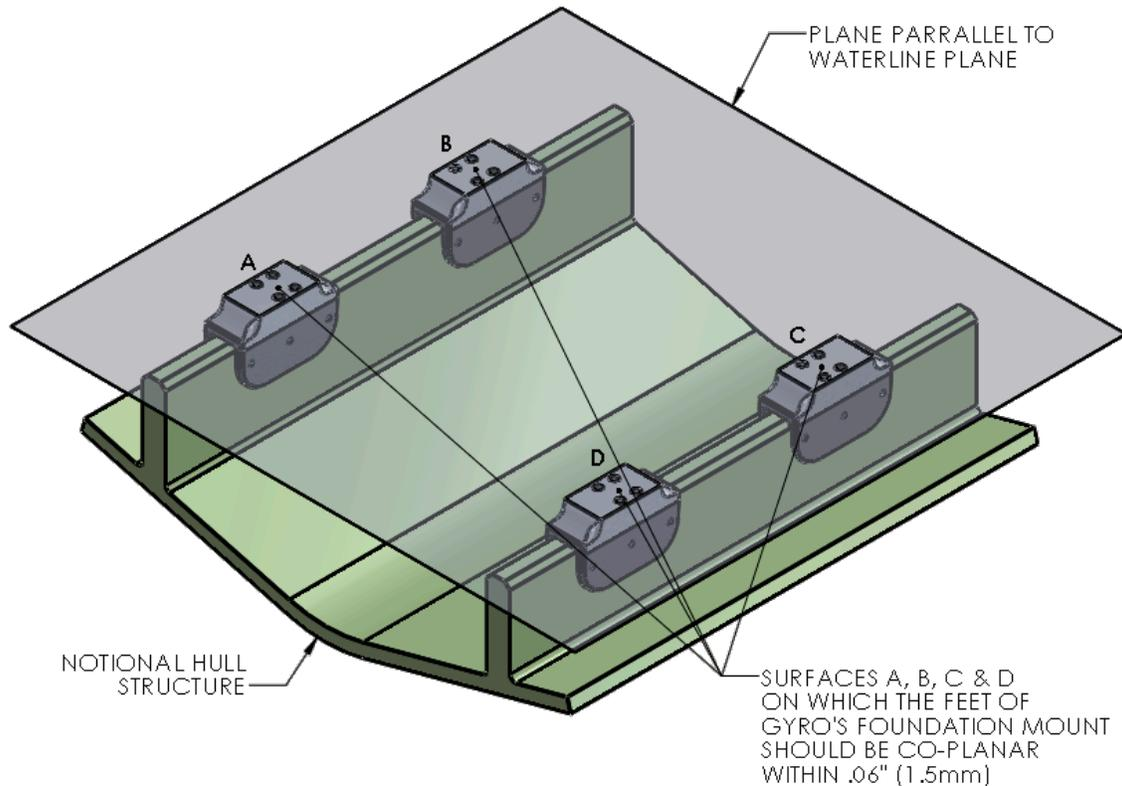

FIGURE 10 – PROPRIÉTÉS COPLANAIRES DE LA FONDATION
- 2) **Les quatre zones sur lesquelles les pieds du gyroscope seront positionnés doivent être coplanaires à moins de 0.06 pouces (1.5mm). Voir figure 10.**
- 3) Relevez le gabarit sans les supports. Vérifiez que les quatre zones de fixation sont coplanaires à moins de 0.13 pouces (3 mm), et parallèles à la ligne de flottaison, comme illustré sur la figure 10.
- 1) **Les quatre zones sur lesquelles les pieds du gyroscope seront positionnés doivent être coplanaires à moins de 0,06 pouces (1,5 mm). Voir Figure 10.**
WITHIN .06" (1.5mm). SEE FIGURE 10.